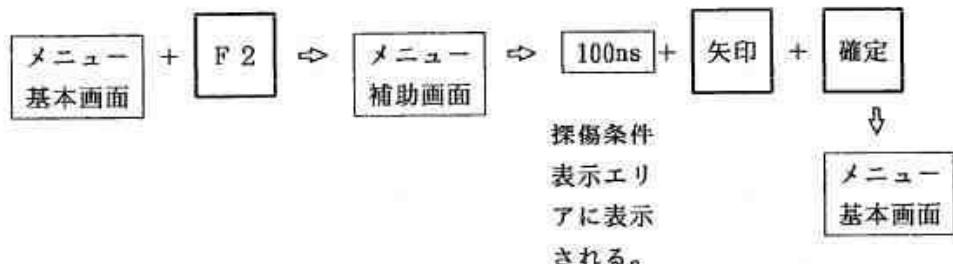

図 6.2.7 送信パルス幅の設定方法
[送信パルス幅の設定手順] (図 6.2.7参照)
- ① 選択キー [F 2] を1回押すとメニュー補助画面がメニューエリアに表示されます。
- ② 選択キー [F 4] を1回押すと次ページの図 6.2.7の示すように送信パルス幅の設定値が探傷条件表示エリアに表示されますから、矢印キーを用いて所定のパルス幅を選択します。
- ③ 確定キーを1回押します。メニューエリアの画面は、メニュー基本画面に戻ります。